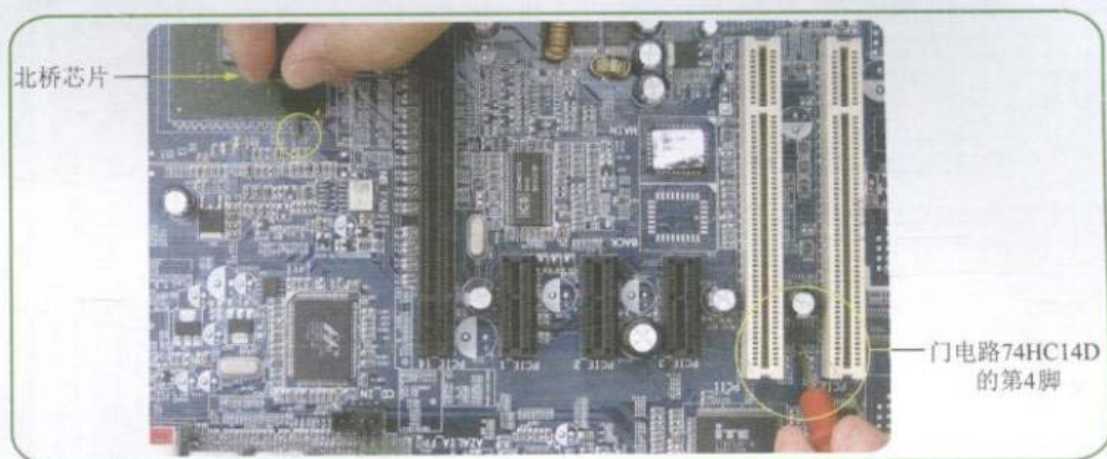

图10-21 测量门电路74HC14D的第4脚到北桥芯片RSTIN#引脚的线路
**Step 04** 测量门电路芯片74HC14D的第4脚到北桥芯片RSTIN#引脚的线路，如图10-21所示。